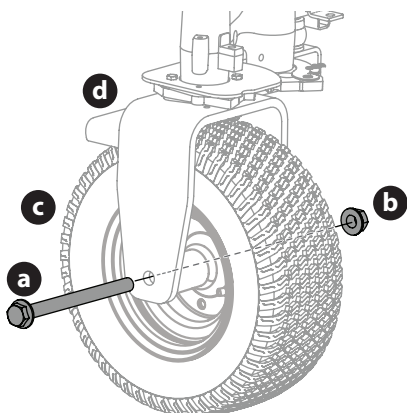

Fig. 48
1. Retirez la vis hexagonale (a) et le contre-écrou à collerette (b) qui fixent la roue avant (c) à l'étrier (d) (Fig. 48).